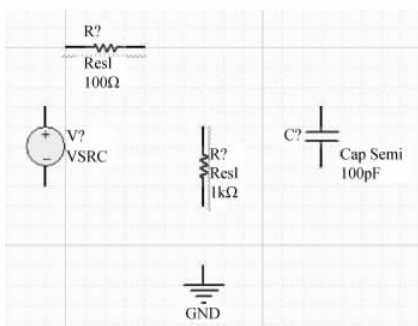

图 3-5 查找仿真元器件到原理图设计界面
(1) 从 Miscellaneous Devices.IntLib 库中分别找到名为 Res1 的电阻元器件和名为 Cap Semi 的电容器件,并将其按照图 3-5 所示的位置进行放置。
(2) 从 Simulation Sources.IntLib 库中找到名为 VSRC 的元器件,并按照图 3-5 所示的位置进行放置。
(3) 单击 AD 主界面下工具栏内的  按钮,将 GND 按照图 3-5 所示的位置进行放置。